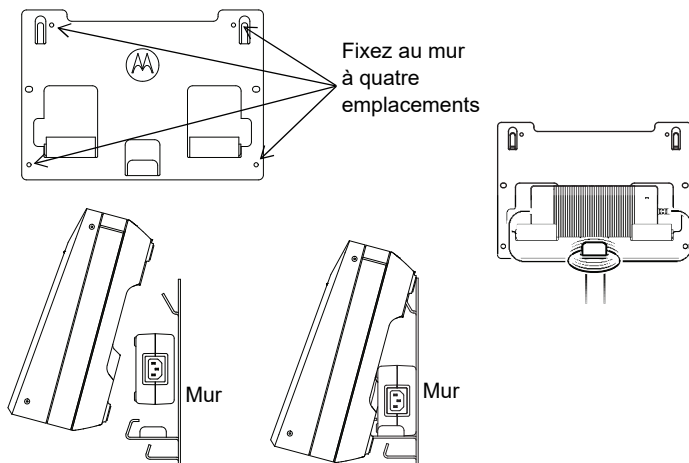

Figure 10 : Montage du multichargeur au support de fixation murale
4. Suspendez le multichargeur au support mural, tel qu'illustré dans la Figure 10.